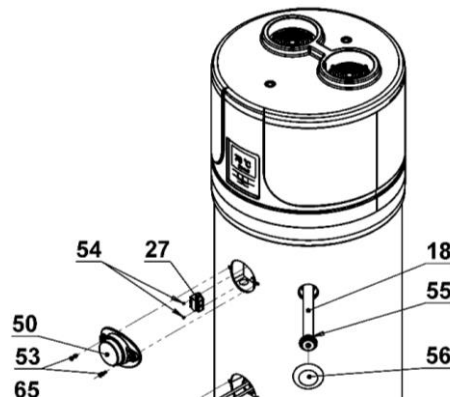

Bild 14
10.1. Rücksetzung des Schutzthermostats 27 (Bild 14)
- bauen Sie die obere dekorative Platte aus, indem Sie die entsprechenden Befestigungsschrauben losschrauben (Bild 14);
- drücken Sie vom Hand die Taste des Schutzthermostats solange, bis Sie ein Ton hören (Bild 14).
10.4. Magnesiumanoden 18. (Bild 14)